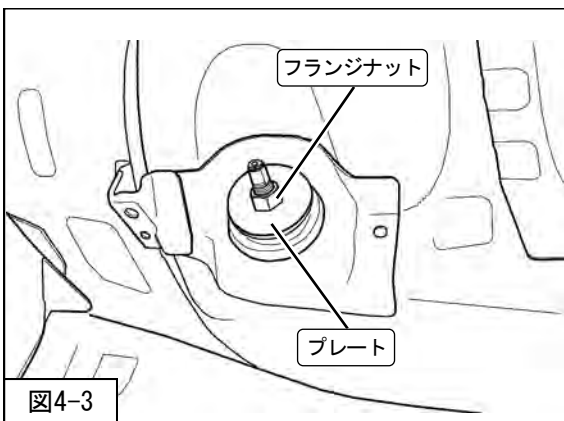

図4-3
5. プレート・フランジナット（締付トルク：28N・m）を使用して、リアショックアブソーバASSY（同梱品）を車両に取付けてください。（図4-3）